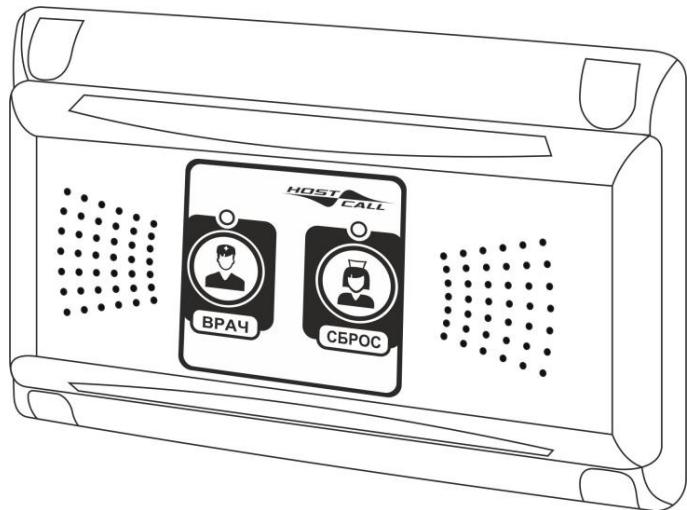

Рисунок 5.15. Кнопки присутствия/сброса и вызова врача, встроенные в палатную консоль MP-331W1
1. Кнопки присутствия/сброса и вызова врача, встроенные в палатную консоль MP-331W1 (рис.5.15).